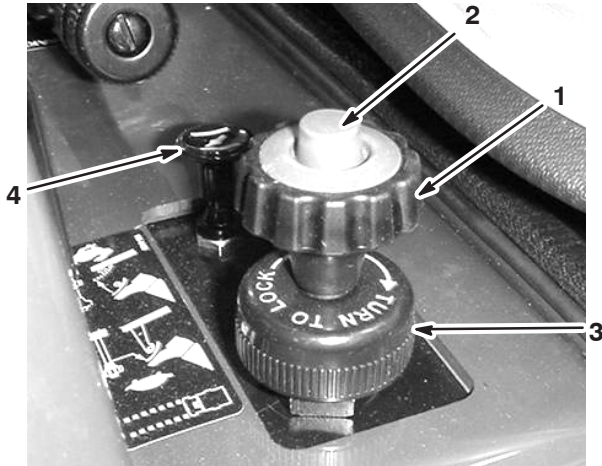

Figure 14
Le limiteur de vitesse est un gros bouton situé à droite du siège (Fig. 14). Il vous permet de régler la course maximale de la pédale d'accélérateur lorsqu'elle est enfoncée, ce qui limite la vitesse maximale du pulvérisateur.
2. Appuyez sur le bouton-poussoir en haut du bouton du limiteur de vitesse et tirez le bouton jusqu'à ce que vous sentiez qu'il touche la pédale d'accélérateur, puis relâchez le bouton (Fig. 14).
4. Une fois le réglage effectué, vous pouvez bloquer le bouton en tournant la roue de blocage au bas du limiteur de vitesse dans le sens horaire jusqu'à la butée (Fig. 14). Pour débloquer le bouton, tournez la roue dans le sens anti-horaire jusqu'à ce qu'il puisse bouger.
La commande de starter est un petit bouton situé à droite du siège (Fig. 14). Pour mettre en marche un moteur froid, tirez la commande de starter vers le haut. Dès que le moteur